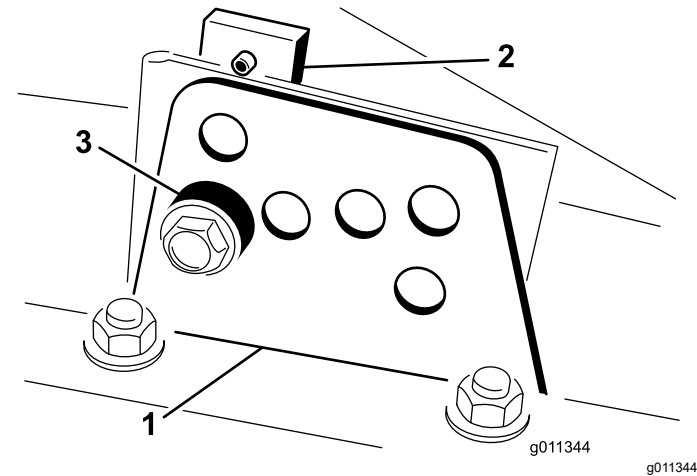

图 3
- 拧松将各剪草高度支架固定至剪草高度板的螺栓前面和两侧 (图 3)。
- 在支撑起切割腔的同时取出隔片 (图 3)。